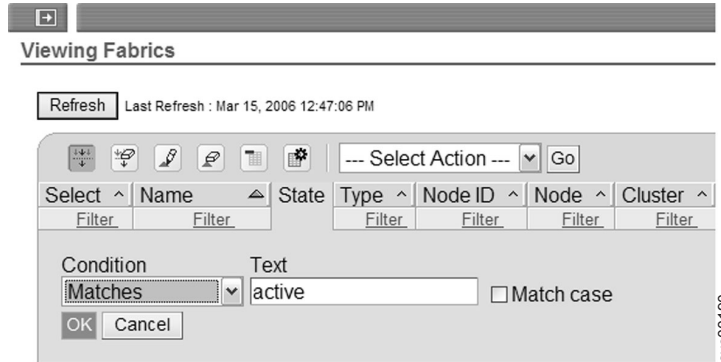

図7. すべてのアクティブ・デバイスの表示
3. 「条件」メニューで「一致」を選択し、「OK」をクリックします。図7を参照してください。